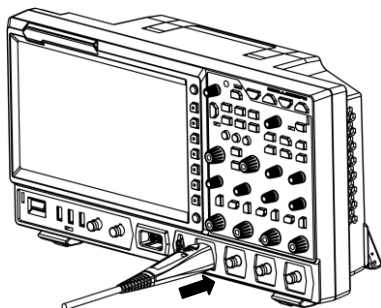

图 8 连接有源探头
2. 将有源探头放大器的另一端连接至示波器前面板的模拟通道输入端，如图 8 所示。注意将探头推到紧闭的位置。